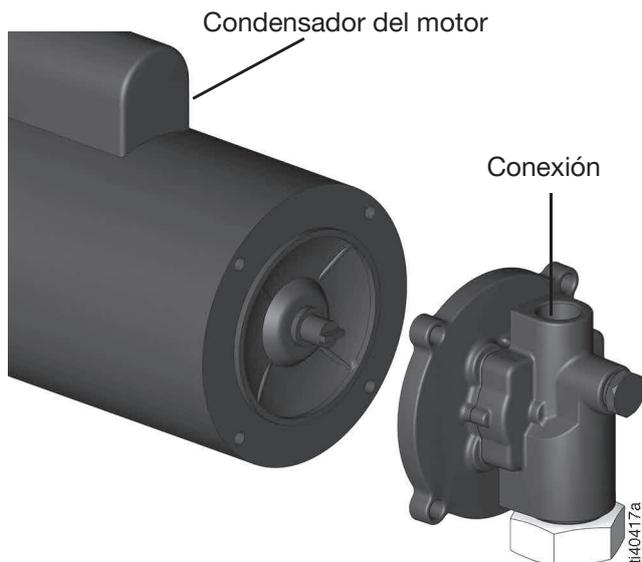

FIG. 16
6. La salida de la bomba debe mirar hacia arriba y el condensador del motor y la salida deben estar ambos en la parte superior (FIG. 16).